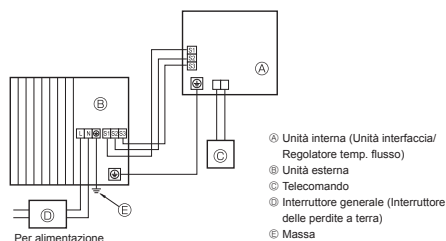
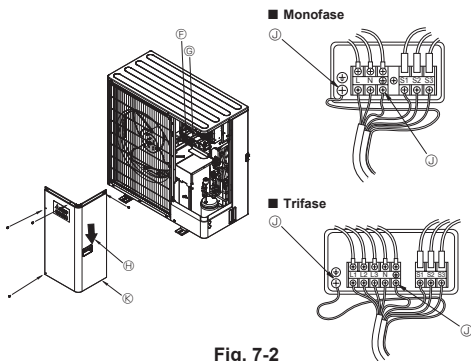

Fig. 7-1
Fig. 7-2
7.1. Unità esterna (Fig. 7-1, Fig. 7-2)
- 2 Posizionare i cavi secondo la Fig. 7-1 e la Fig. 7-2.